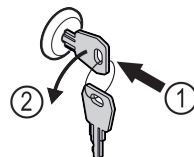

Fig. 162
- Inserire la chiave. Fig. 162 (1)
- Ruotare la chiave di 90° in senso antiorario. Fig. 162 (2)